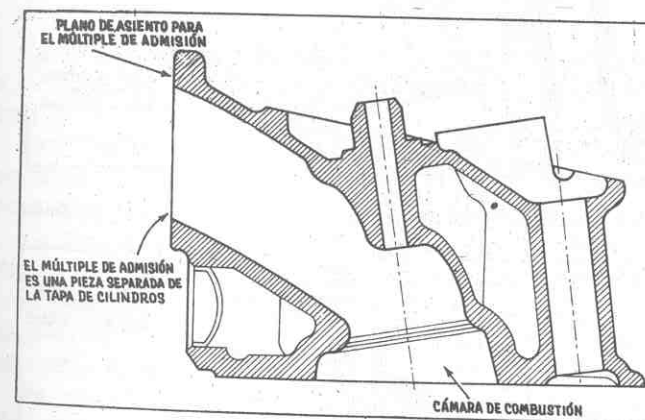

Fig. 10.— Conductos de admisión del motor 221 SP.
*Motor 221 SP.* Los conductos, más cortos en la tapa, terminan en un plano de apoyo para el múltiple a 90° con respecto a la superficie de cierre de la tapa. Múltiple separado, con unión por medio de junta (fig. 10).